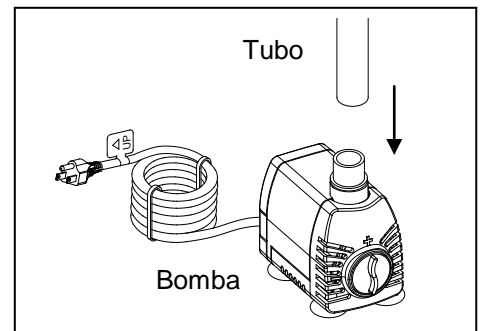

Fig. 1
1. Conecte el tubo en la salida de la bomba, con el adaptador apropiado. Fig. 1